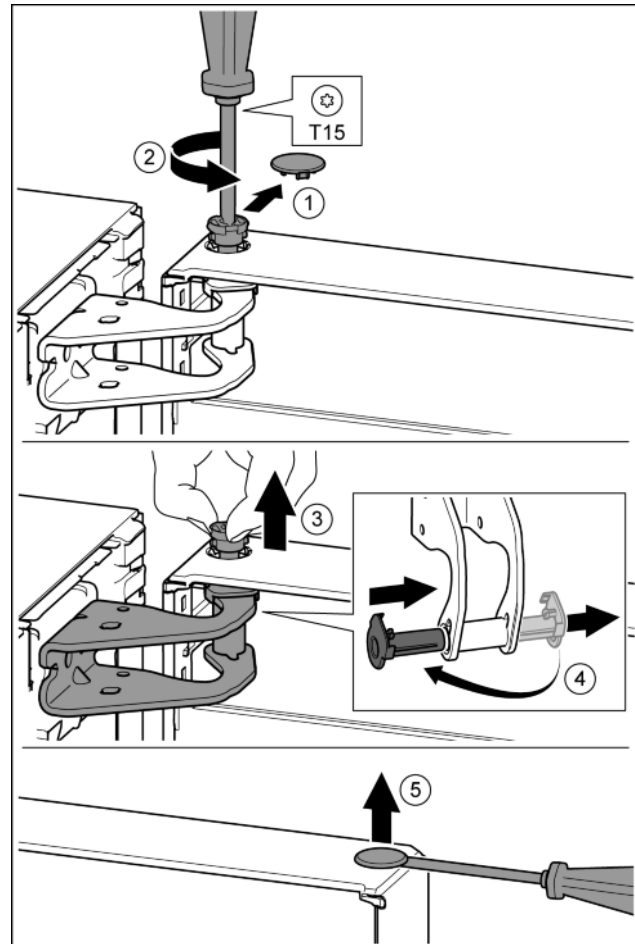

Fig. 13
- ▶ Sicherungsabdeckung vorsichtig abziehen. Fig. 13 (1)
- ▶ Bolzen mit Schraubendreher T15 ein Stück herausdrehen. Fig. 13 (2)
- ▶ Tür festhalten und Bolzen mit den Fingern herausziehen. Fig. 13 (3)
- ▶ Lagerbuchse aus Führung ziehen. Von der anderen Seite einsetzen und einrasten. Fig. 13 (4)
- ▶ Stopfen aus der Tür Lagerbuchse vorsichtig mit einem Schlitzschraubendreher anheben und herausziehen. Fig. 13 (5)